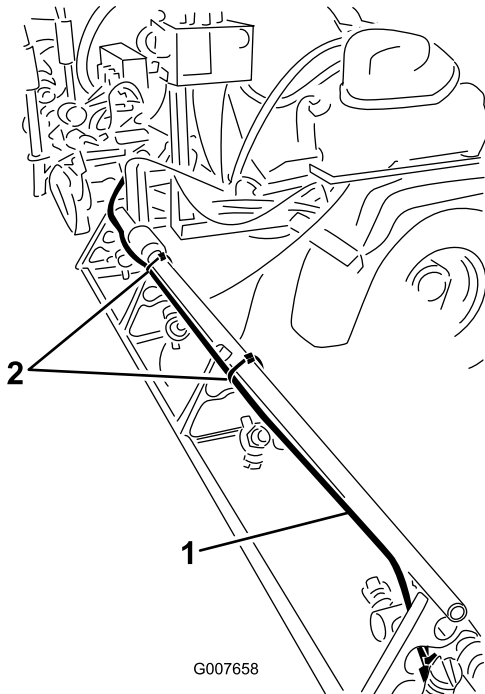

Bild 9
- A. Befestigen Sie den Schaumschlauch am rechten Ausleger entlang der hinteren Seite des oberen Stützpols (Bild 9).